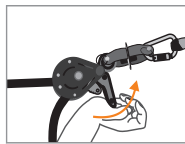

Fig. 5
For å demontere forankringslinen, må du dra i spaken på kammen (4) (Fig. 5). Løsne hele utstyret, og pakk det ned igjen i originalemballasjen. La aldri en forankringsline stå igjen etter en arbeidsoperasjon. Den skal installeres maksimalt for ett dagsverk.